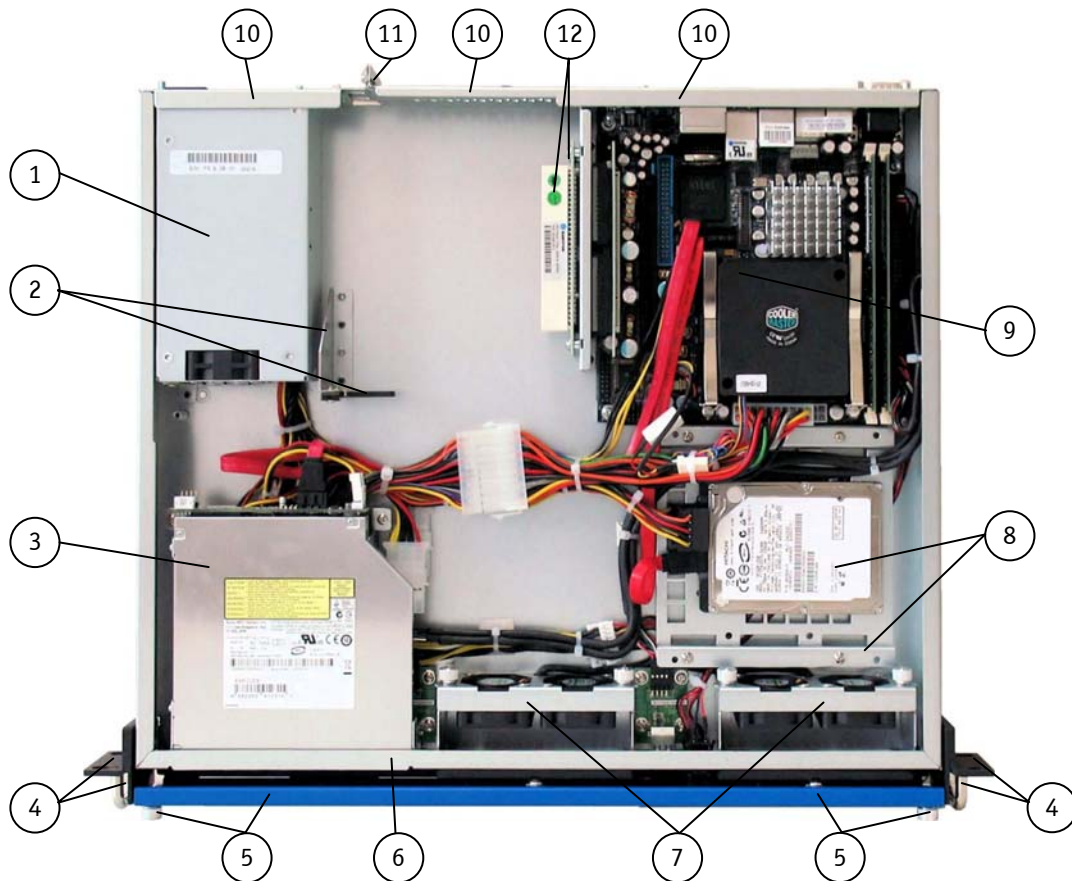
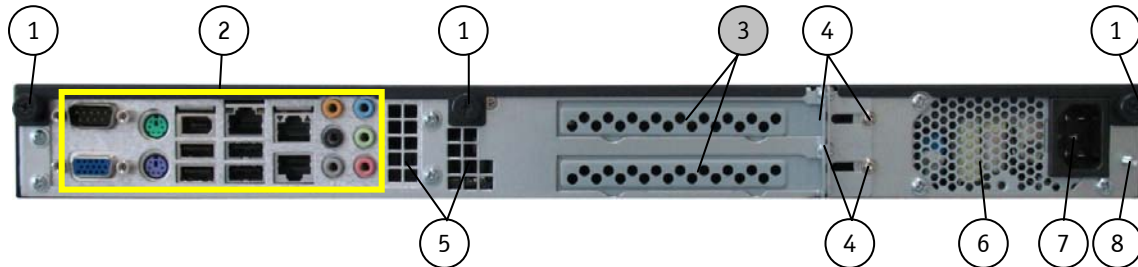
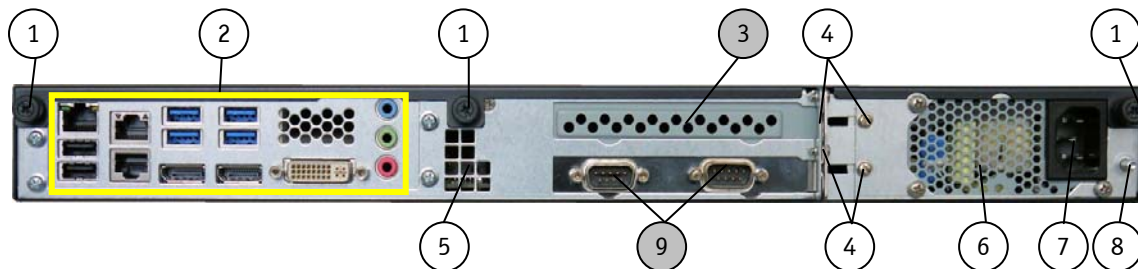
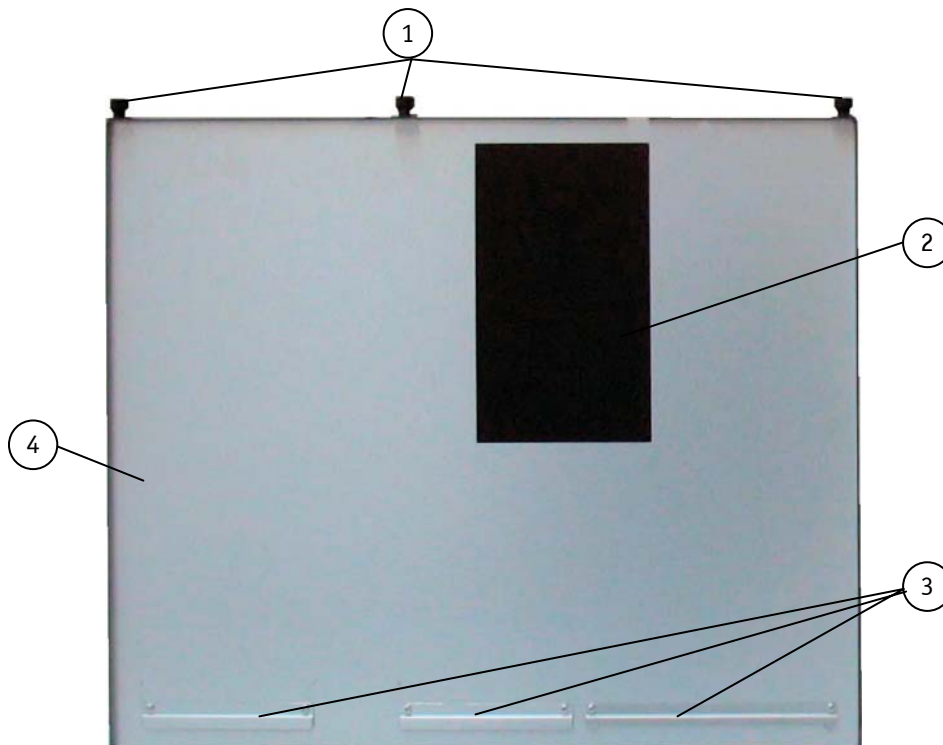

Abb. 5: KISS 1U Short-Plattform, Rackmount-Version, geöffnet
Abb. 10: Rückseite des KISS 1U Short mit KTGM45 Mainboard
Abb. 11: Rückseite des KISS 1U Short mit KTQM77 Mainboard
Abb. 13: Innenseite des Deckels mit Fixierungslaschen
### Legende für Abb. 10 und Abb. 11:
Das Netzteil befindet sich an der Rückseite der KISS 1U Short-Plattform (Abb. 10 und Abb. 11, Pos. 6). Der Nennspannungsbereich des Versorgungsstromkreises können auf dem Typenschild abgelesen werden. Das Typenschild ist auf der rechten Seite des Geräts angebracht ist.
Die Befestigung des Deckels an das Gehäuse erfolgt über drei Fixierungslaschen (Abb. 13, Pos. 3) und den drei unverlierbaren Befestigungsschrauben (Abb. 13, Pos. 1). Die Fixierungslaschen befinden sich auf der Deckel-Innenseite. Wenn der Deckel eingesetzt wird achten Sie darauf dass die Fixierungslaschen (Abb. 13, Pos. 3) in die entsprechende Deckelhaltetaschen (siehe Abb. 5, Pos. 10) des Gehäuses eingeführt werden.
3. Ziehen Sie den Deckel kurz nach hinten (Abb. 16), um die Fixierungsglaschen des Deckels (siehe Abb. 13, Pos. 3) aus den Deckelhaltetaschen (Abb. 5, Pos.6) des Gehäuses herauszuziehen.
12. Schließen Sie das Gerät und sichern Sie den Deckel mit den Befestigungsschrauben (Abb. 10 und Abb. 13, Pos. 1) an der Rückseite.
Wenn der Gerätedeckel eingesetzt wird, achten Sie darauf, dass die Fixierungslaschen (Abb. 13, Pos. 3) in die entsprechenden Deckelhaltetaschen (Abb. 5, Pos. 6) des Gehäuses eingeführt werden.